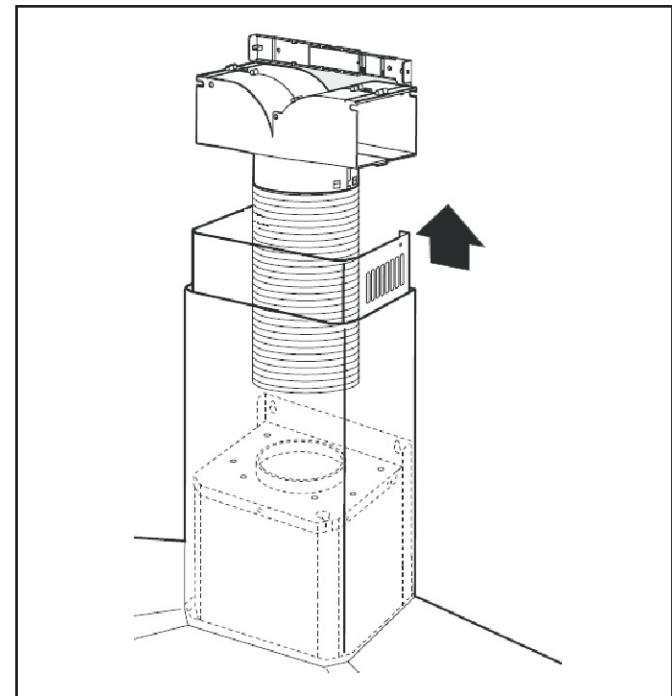

Fig.10
- Conecte, mediante un tubo de enlace de diámetro 150 mm, la arandela de salida de la campana y la derivación de plástico. Asegure la conexión de los empalmes, mediante cinta adhesiva (**Fig.10**).